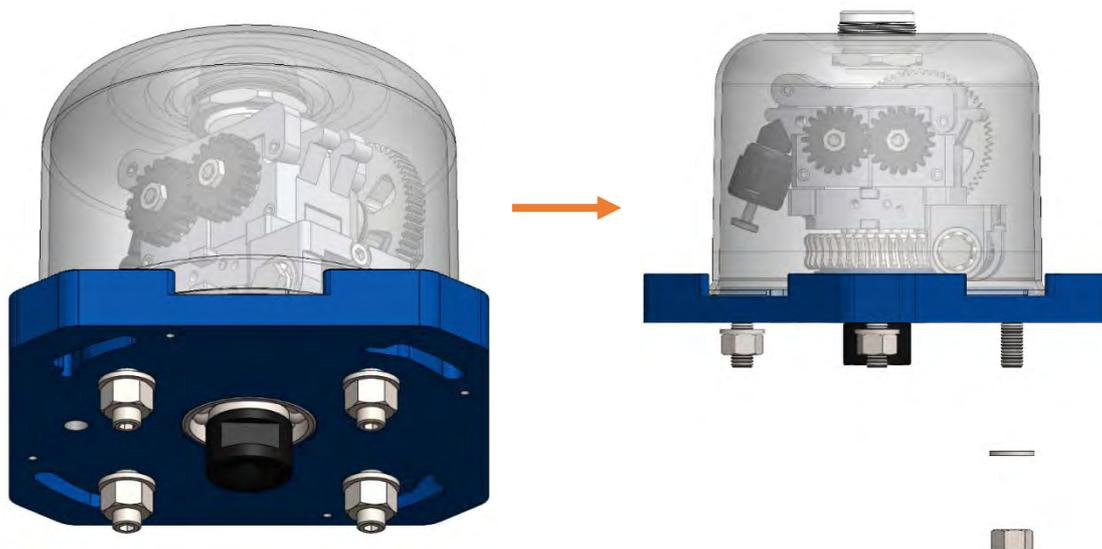

Figura 9
3. Svitare i 4 dadi e togliere le 4 rondelle che troverete premontate sul Twister. Figura 9;